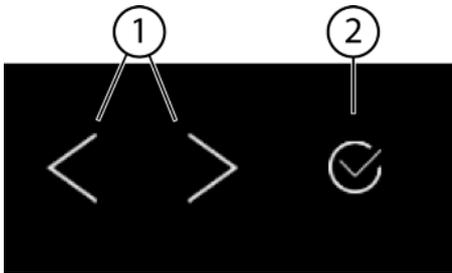
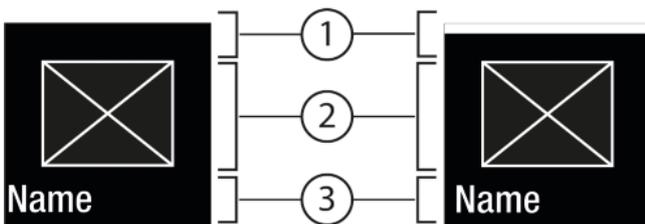
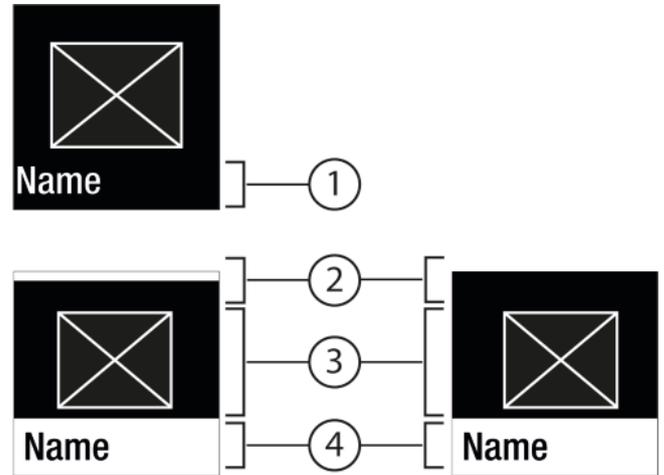

Fig. 5
Fig. 6
Fig. 7
(1) Săgeată pentru navigare stânga / dreapta
(2) Confirmare
**Săgeată pentru navigare stânga / dreapta Fig. 5 (1):**
**Confirmare Fig. 5 (2):**
- Navigați cu săgeata pentru navigare stânga / dreapta Fig. 5 (1).
- Cu Confirmare Fig. 5 (2) activați Fig. 6 (1) / dezactivați Fig. 6 (1) funcția / setare.
- Cu Confirmare Fig. 5 (2) apăsați Submeniul Fig. 7 (4).
- Setări valoarea nouă: Cu Confirmare Fig. 5 (2) selectați o valoare dezactivată Fig. 6 (1).
- Înapoi în meniul: Cu Confirmare Fig. 5 (2) selectați valoarea activată Fig. 6 (2) deja.
- ▶ Apăsați săgețile pentru navigare Fig. 5 (1) până când este afișată funcția .
- ▶ Apăsați Confirmare Fig. 5 (2).
- ▶ Apăsați săgețile pentru navigare Fig. 5 (1) până când se afișează funcția.
- ▶ Cu săgețile pentru navigare Fig. 5 (1) selectați valoarea de setare.
- ▷ Starea: activată Fig. 6 (1) apare scurt în submeniu Fig. 7 (4).
- ▶ Apăsați săgețile pentru navigare Fig. 5 (1) până când se afișează setările .
- ▶ Apăsați săgețile pentru navigare Fig. 5 (1) până când se afișează setarea dorită.
- ▶ Apăsați Confirmare Fig. 5 (2) timp de 3 secunde.